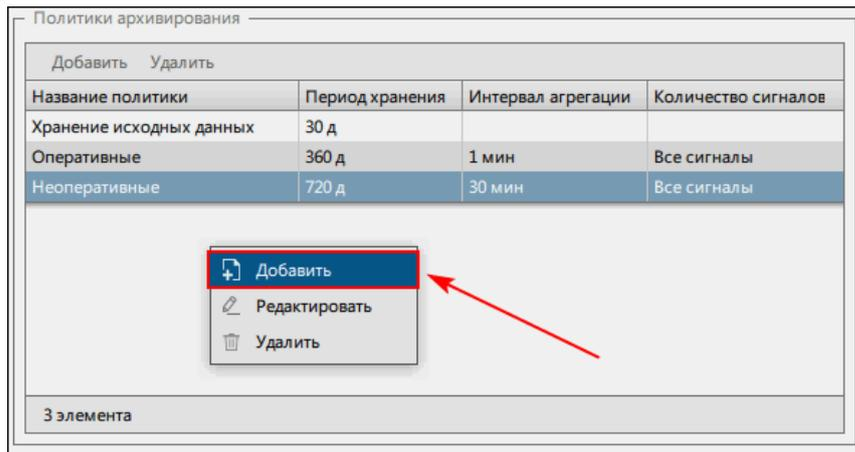

Рисунок 276 - Контекстное меню
**Прим.:** Альтернативный способ добавления: нажмите на пустой области раздела **Политики архивирования** и выберите **Добавить** (Рисунок 276).